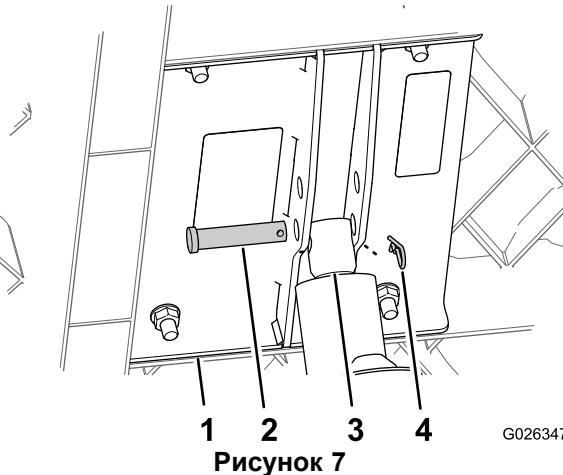

Рисунок 7
- Извлеките с подъемного кронштейна шплинтуемый штифт со шплинтом (Рисунок 7).
- Отделите шток привода грузового кузова от подъемного кронштейна (кронштейнов) (Рисунок 7).